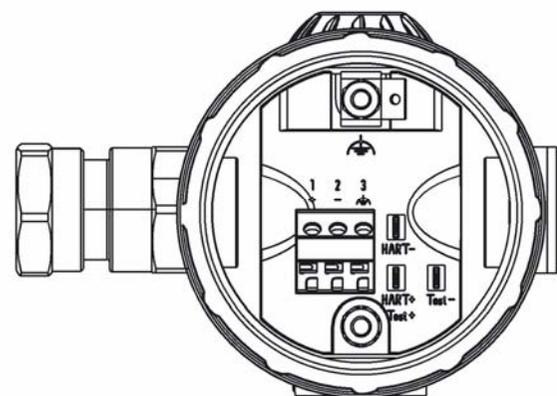

Рисунок 14 - Маркировка кабельного соединителя преобразователя с кабельным вводом
13.5.3 Чтобы подключить кабель к преобразователю, открутите заднюю крышку корпуса (см. рисунок 4). Пользуясь маркировкой кабельного соединителя на плате преобразователя (см. рисунок 14), произведите подключение согласно таблице 10.
Примечание - Преобразователи могут быть заземлены с помощью вывода 3 разъема или через внутренний зажим заземления (см. рисунок 14).